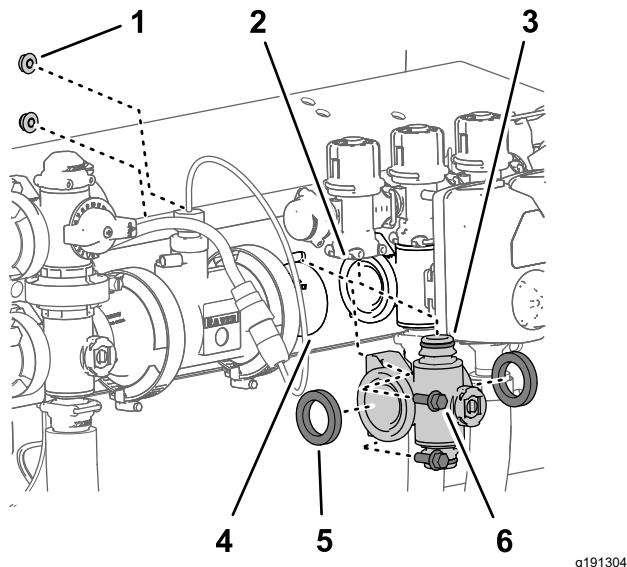

Figura 127
4. Para os coletores da válvula da secção esquerdo ou direito, retire os dois parafusos de cabeça flangeada ($\frac{1}{4}$ pol. x $\frac{3}{4}$ pol.) e as duas porcas de bloqueio flangeadas ($\frac{1}{4}$ pol.) que prendem o coletor da válvula de secção ao suporte da válvula (**Figura 127**).
5. Mova o coletor da válvula de secção e as juntas para baixo para haver espaço para a válvula de distribuição da secção e depois afastando da máquina (**Figura 127**).